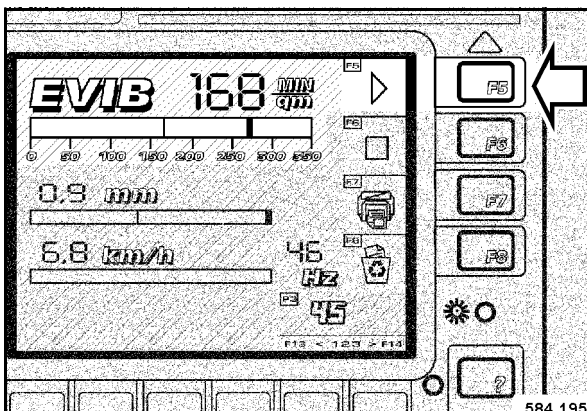

Fig. 109
- Al llegar a la marca 1 hay que pulsar la tecla F5 „START“ (Fig. 109).